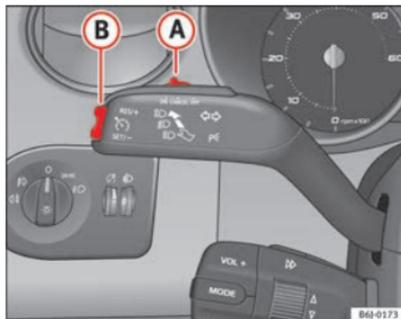

Fig. 113 Leva degli indicatori di direzione e degli abbaglianti: interruttore e tasto di comando del regolatore di velocità
- Spostare verso sinistra l'interruttore ⇒ fig. 113 **A**, posizionandolo su **ON**.